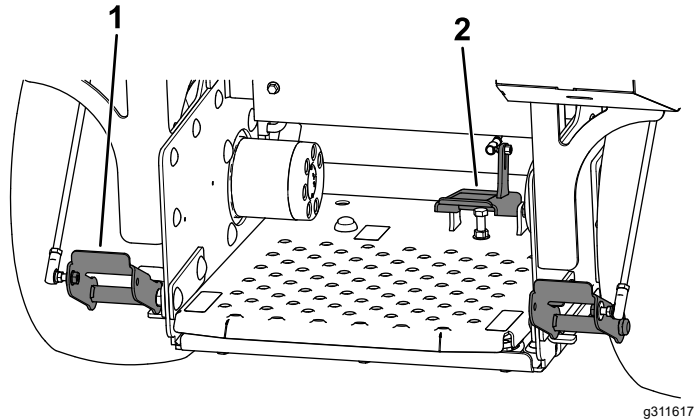

Figura 6
- Mantenga pisado el pedal de bloqueo de las ruedas giratorias (Figura 6) para bloquear las ruedas giratorias en posición recta.
- Presione los pedales de freno derecho e izquierdo (Figura 6) para poner los frenos.